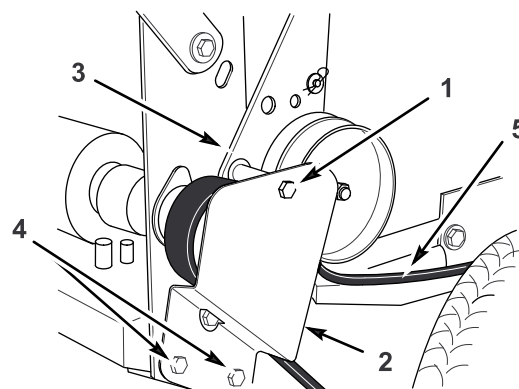

Figure 47
1. Enlevez la vis de fixation supérieure du support et de la patte de la poulie de tension au bâti arrière (Figure 47).
2. Desserrez suffisamment les deux vis de fixation inférieures pour permettre à la courroie de passer entre la poulie d'entraînement et le support de la poulie de tension (Figure 47).
5. Montez la vis de fixation supérieure du support et de la patte de la poulie de tension au bâti arrière (Figure 47).
6. Serrez suffisamment les deux vis de fixation inférieures pour permettre à la courroie de passer entre la poulie d'entraînement et le support de la poulie de tension (Figure 47).